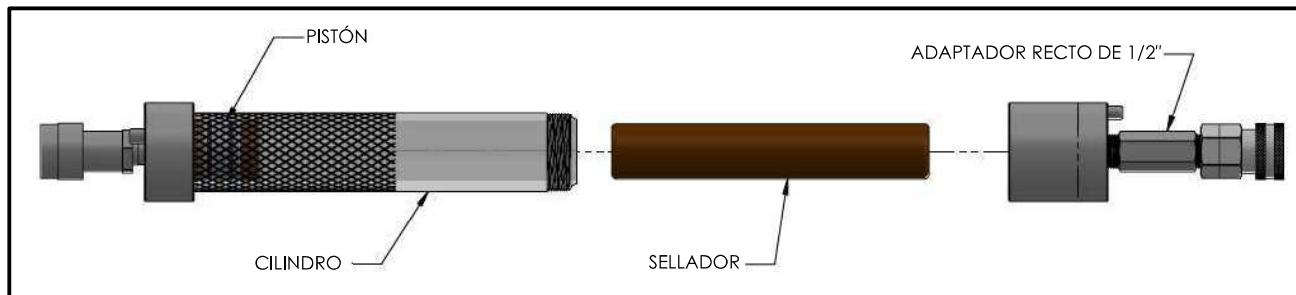

Figura 8
3.) Una vez que el pistón haya sido empujado hasta el fondo del cilindro, inserte el sellador seleccionado. Atornille el adaptador recto de 1/2". Proceda a inyectar el sellador. Cuando el cilindro quede vacío, repita los pasos 2 y 3 para cargar más sellador. (Consulte la Figura 8)